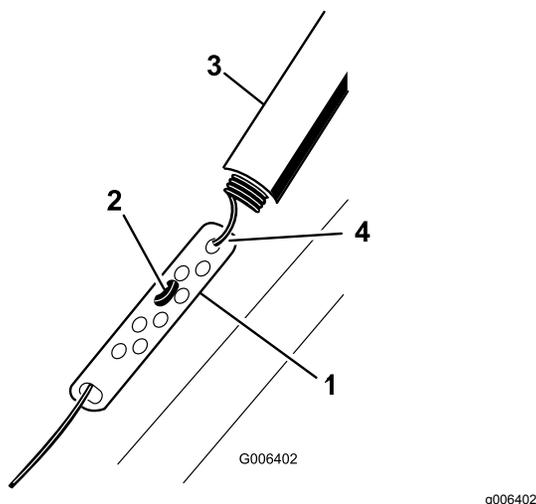

Figure 20
1. Remontez la protection du ressort et décrochez le ressort de la biellette de réglage (Figure 20).